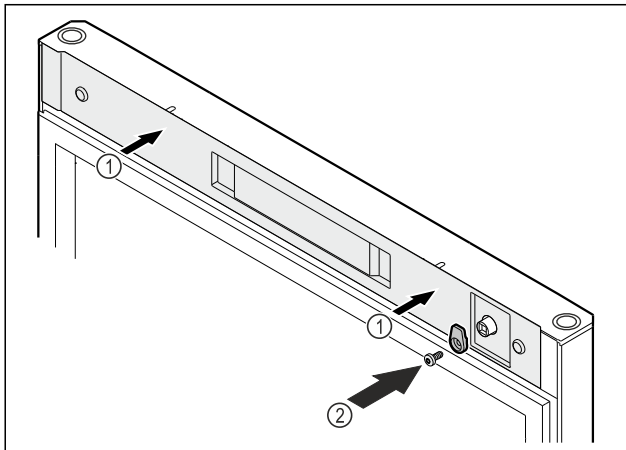

Fig. 55
- ▶ Abdeckung aufsetzen Fig. 55 (1).
- ▶ Schließhaken anschrauben Fig. 55 (2).